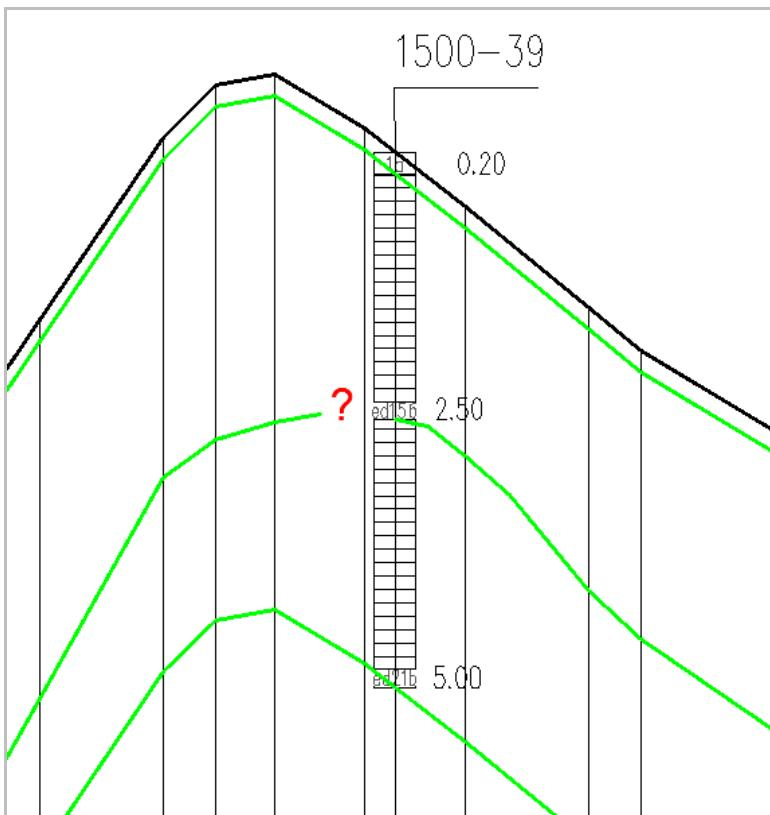

Рис. 59. Команда Проверить подключения выполняется автоматически при загрузке чертежа, а также после синхронизации и модификации объектов геологических линий.
- К границе слоя в скважине должны быть подсоединенны (с помощью объектной привязки AutoCAD) две геолинии: одна справа, друга слева; или одна геолинии должна проходить через границу слоя (см. Подключение к горизонтам ИГЭ). При отсутствии соединения геолиний к слою скважины на объекте СКВАЖИНА отображается знак вопроса (?) напротив соответствующего слоя (см. Рис. 59). Команда Проверить подключения позволяет найти и исправить «проблемные места».